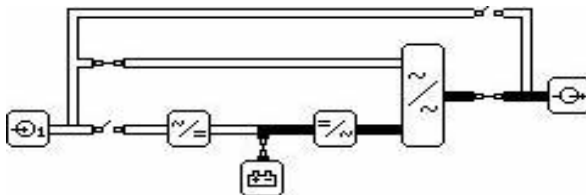

Figure 15 Schéma synoptique du mode Running by battery (Fonctionnement sur batteries)
Le redresseur ne fonctionne pas et le convertisseur DC fonctionne seul. La charge est délivrée par la tension sinusoïdale stable du convertisseur DC. Le convertisseur DC est alimenté par les batteries. La tension de sortie est identique à la tension du convertisseur DC. Les batteries sont déchargées. La figure 15 illustre le schéma synoptique de ce mode. Pour des explications plus détaillées, voir la section « En cas de panne secteur ».
- Passe en mode Running by Battery (Fonctionnement sur batteries). Le schéma synoptique illustre le mode Running by Battery (Fonctionnement sur batteries). (Figure 15)